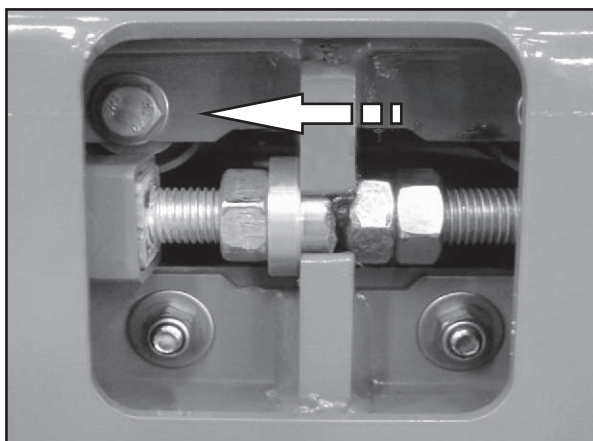

Figura 05
- observar qualquer desalinhamento lateral da esteira em relação à máquina e/ou estiramento da mesma. A esteira possui componentes internos que a mantêm centralizada durante o trabalho, que são regulados na fábrica e, podem ser danificados com o excesso de aperto na regulagem (Figura 05) ou descaso com desalinhamento.